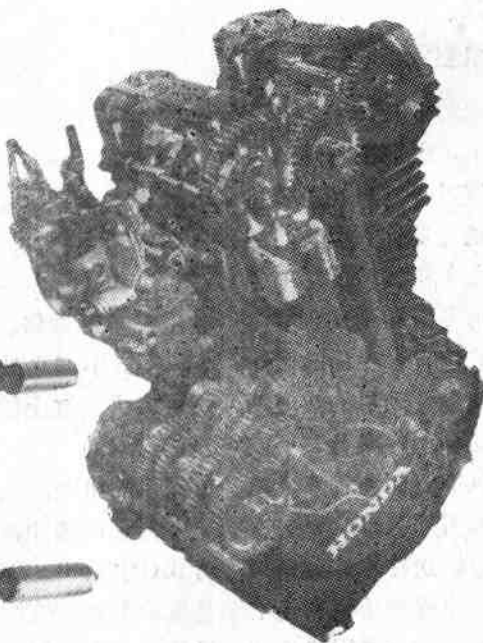

图5 本田
⑤ 单缸风冷四冲程发动机以简单、轻量见长，本来是为越野摩托车而开发的。现在用途已经扩大到公路赛车和实用车方面，气门驱动主要为SOHC和DOHC方式，过去单缸发动机上用的OHV式已经很少使用了(图5)。